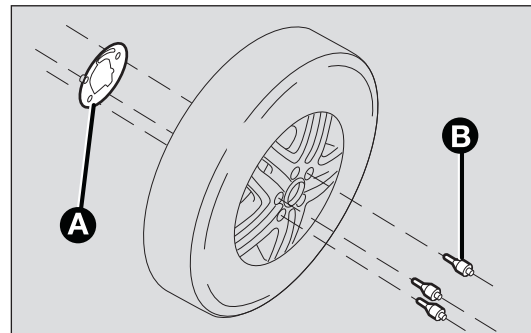

fig. 168
- monter sur la roue en alliage la plaque A-fig. 168 et la fixer avec les vis B fournies, en utilisant la clé appropriée ;